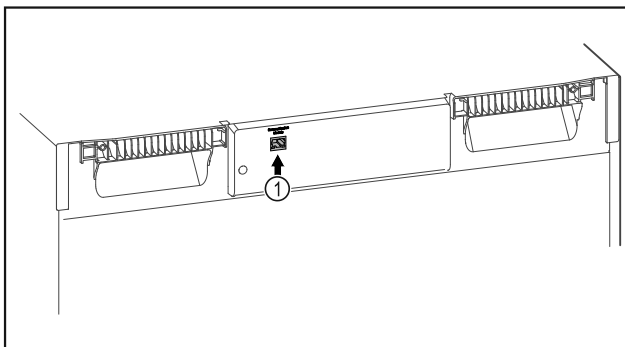

Fig. 114
- Założono SmartModule Fig. 114 (1).